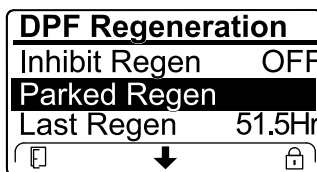

Bild 81
- Wenn der Motorcomputer eine Wiederherstellung-Regenerierung anfordert oder eine Wiederherstellung-Regenerierung ausführt und Sie auf die Option PARKED REGEN navigieren, ist die geparkte Regenerierung gesperrt und das Schloss-Symbol (Bild 81) wird unten rechts im InfoCenter angezeigt.